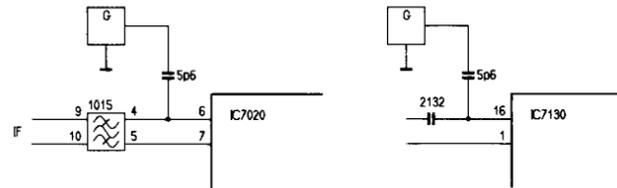

Fig. 7
Einen Signalgeber (z.B. PM 5326) anschliessen, wie es in Bild 7 enthalten ist, und dessen Frequenz auf 38,9 MHz einstellen. Ein Voltmeter an Anschluss 15 von IC7020 schalten und mit 5034 auf 6 Volt (Gleichsp.) regeln. Dies ist nicht wirksam in System SECAM L'.
Einen Signalgeber (z.B. PM5326) anschliessen wie es Bild 7 zeigt, und dessen Frequenz auf 38,9 MHz einstellen. Das Signal mit beispielsweise 1 kHz in Amplitude modulieren. Widerstand 3001 auf einer Seite loslöten (Speisespannung für den Tuner). Einen Signalgeber (z.B. PM5326) über einen Kondensator mit einer Kapazität gleich 5,6 pF an Anschluss 16 des Tuners schalten, und dessen Frequenz auf 32,4 MHz (39,9 MHz)* einstellen. Das Signal mit beispielsweise 1 kHz in Amplitude modulieren. System SECAM (und den Empfänger im VHF Band 1 abstimmen)* mit Hilfe der Systemtaste (Y) an der Ortstastatur wählen. Oszilloskop an Anschluss 6 von IC7130 schalten und 5052 und 5053 auf Höchstamplitude regeln. Widerstand 3001 wieder anlöten.